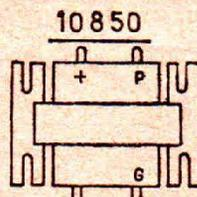

Fig. 3
a) Oscillateur blocking image : Transco type 10850. Son aspect symétrique (voir figure 3) ne permet pas de distinguer l'enroulement de grille à shunter par 50 kΩ de celui de plaque. On reconnaîtra toutefois l'enroulement de plaque